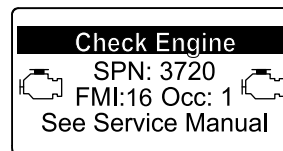

Figura 35
- Advertencia del motor SPN 3720, FMI 16 (Figura 35)